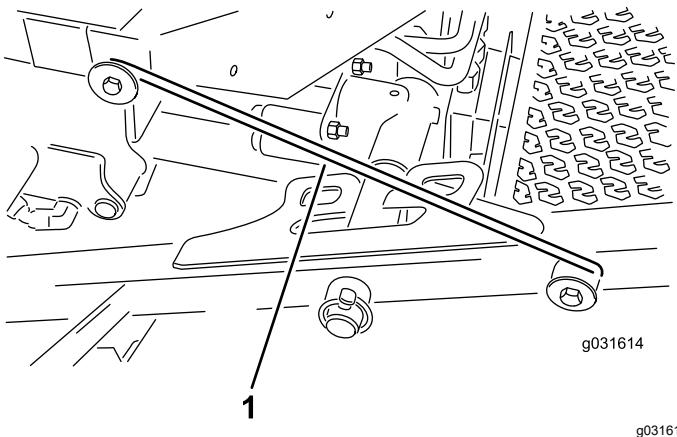

Figure 31
4. Dégagez la barre de verrouillage de son point d'accrochage sur le bâti porteur avant (**Figure 31**).
5. Soulevez l'extérieur des unités de coupe avant et placez le verrou sur la goupille du cadre à l'avant de la plate-forme de l'utilisateur (**Figure 31**).